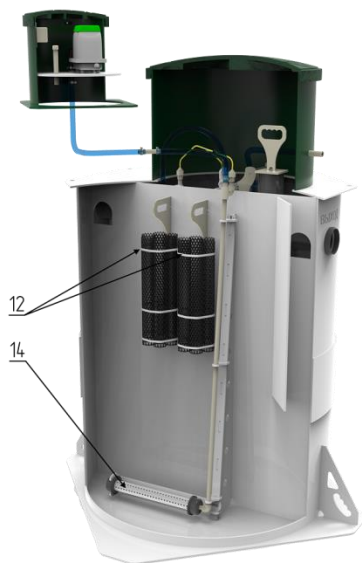

Рисунок 3 – Мелкопузырчатый аэратор и биофильтры
Мелкопузырчатый аэратор (14) (рис. 3), устанавливается по направляющей на дно аэротенка под устройство рекуперации воздуха (питается от компрессора, который вынесен за габарит корпуса станции).
Биофильтры (биоагрузка) (12) (рис. 3), из сетчатой трубы, погруженные в очищаемые сточные воды аэротенка над мелкопузырчатым аэратором (14) (рис. 1).